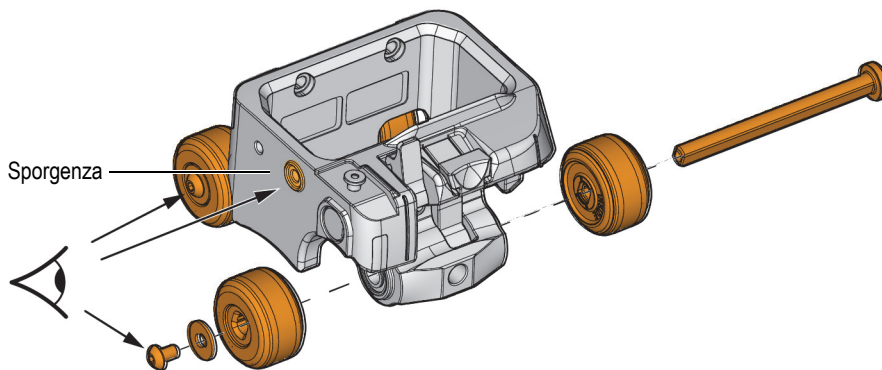

Figura 2-9 Ruotine del carrello
Individuare la sporgenza circolare presente sul telaio del carrello. Con l'orientazione corretta l'asse viene inserito dal lato opposto, con le viti e le rondelle per il montaggio delle ruotine inserite dal lato della sporgenza (vedi frecce, Figura 2-9 a pagina 54).
4. Fare scorrere l'asse indietro verso i cuscinetti del carrello e la leva di blocco-sblocco del supporto della sonda. Confermare la corretta orientazione. (vedi Figura 2-9 a pagina 54).